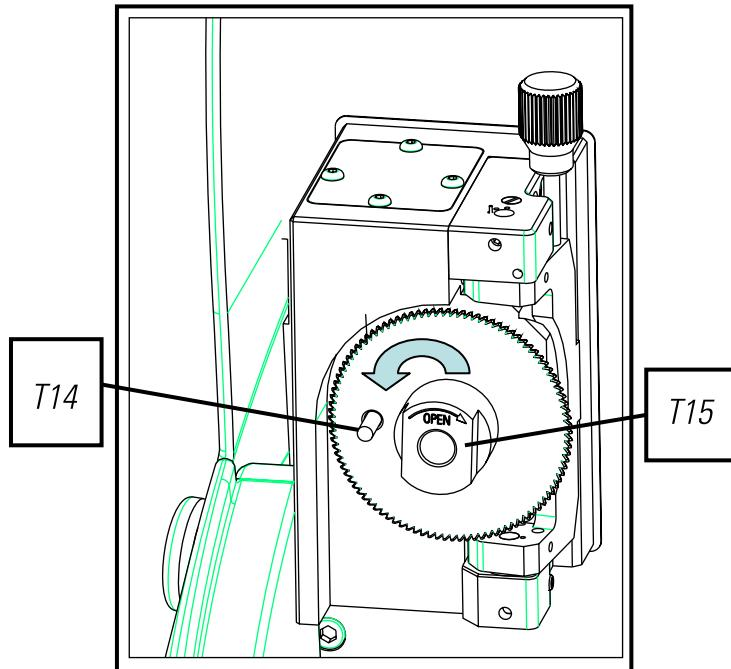

FIG. 31
- 3) Introduire la tige de blocage (T14) qui se trouve dans la boîte à accessoires (Fig.31).